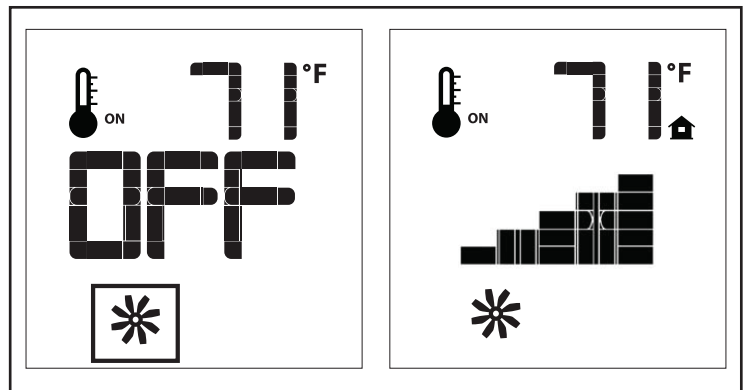
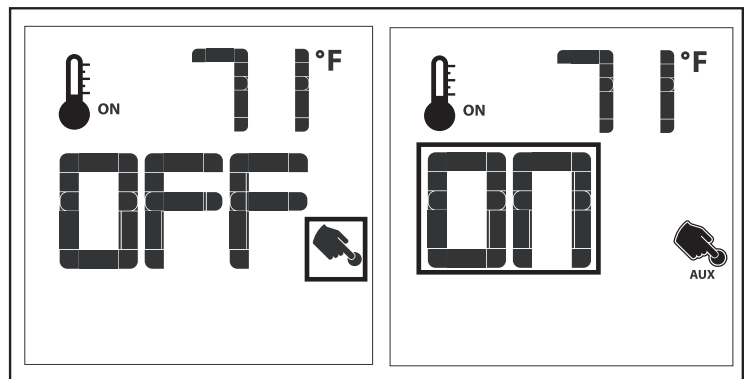

Figure 13: Contrôle du ventilateur
Figure 14: Commande auxiliaire (non utilisée)
Le S40I est livré avec un ventilateur de convection qui peut être contrôlé avec l'émetteur. La vitesse du ventilateur peut être réglée sur six (6) vitesses. Pour contrôler le ventilateur, appuyez sur la touche Mode (Figure 4) pour afficher l'icône de commande du ventilateur (Figure 14). Utilisez les touches fléchées HAUT / BAS pour allumer, éteindre ou régler la vitesse du ventilateur (Figure 13). Un seul bip de l'IFC confirmera que la commande a été reçue.